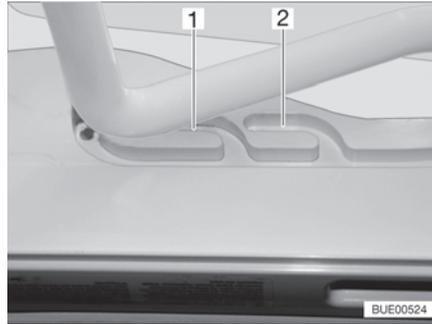
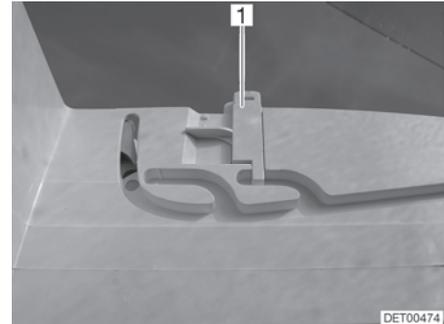

Bild 45 Führung (Lüftungsstellung)
Bild 46 Verriegelung (Lüftungsstellung)
Die Heki-Dachhaube kann in zwei Lüftungsstellungen gebracht werden: Schlechtwetterstellung (Bild 45,1) und Mittelstellung (Bild 45,2). Je nach Modell kann die Dachhaube in der Mittelstellung mit den beiden Riegeln (Bild 46,1) links und rechts am Rahmen der Dachhaube verriegelt werden.
- Den Bügel leicht nach oben drücken und in die gewählte Führung (Bild 45,1 oder 2) schieben und ggf. verriegeln.